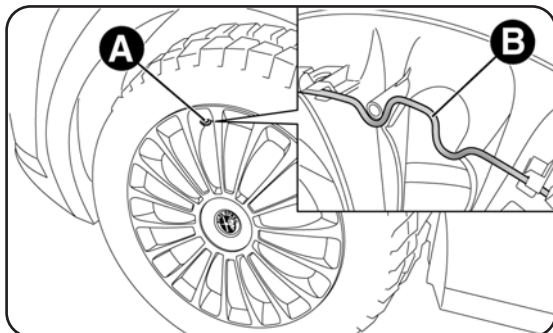
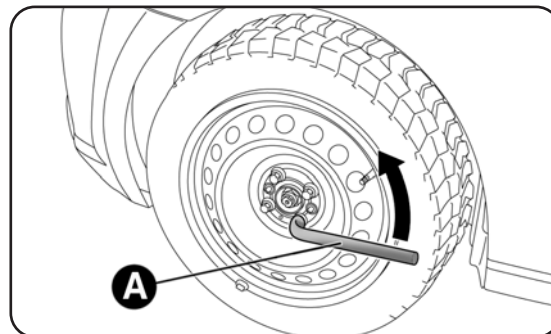
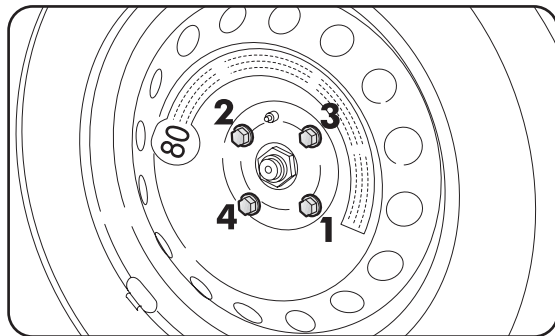

fig. 4
fig. 5
fig. 9
- pour versions avec jantes en acier: introduire le tournevis dans la fente A-fig. 4 pour détendre le ressort B de maintien enjoliveur.
- avec la clé A-fig. 5, desserrer d'environ un tour les boulons de fixation;
- avec la clé A-fig. 5, serrer à fond les boulons de fixation;
- à l'aide de la clé A-fig. 5, visser les boulons à fond, en passant d'un boulon à celui diamétralement opposé, suivant l'ordre illustré sur la fig. 9
- visser les boulons de fixation avec la clé A-fig. 4;
- visser à fond les boulons, à l'aide de la clé A-fig. 4, suivant l'ordre illustré (fig. 9);